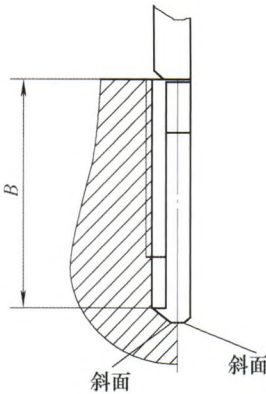

图 3
(2) 测量螺纹底孔的钻孔深度。如图3所示，将检验工具轻轻地放入钻孔的底部，当检验工具端口的成118°（等于钻头的顶角）两斜面与钻孔的底部斜面完全接触，上刻线与测量刀口距离是否控制在 $B \pm 0.50\text{mm}$ 范围内，如果超差应调整钻头的行程。接触时，测量者垂直目视观察工具上刻线位置对